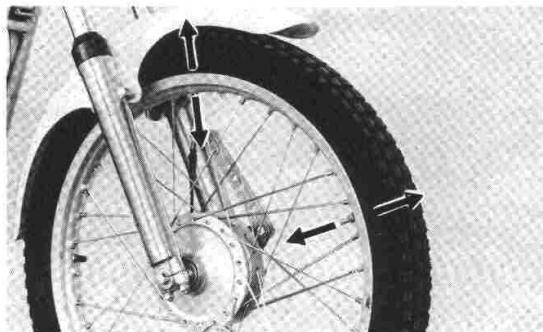

Fig. 2-4-3
- a. Raise the wheel off the ground. Spin. Check rim run out (Fig. 2-4-3)
- a. Soulevez la roue au-dessus du sol. Faites-la tourner. Vérifiez le voilage de la jante. (Fig. 2-4-3)